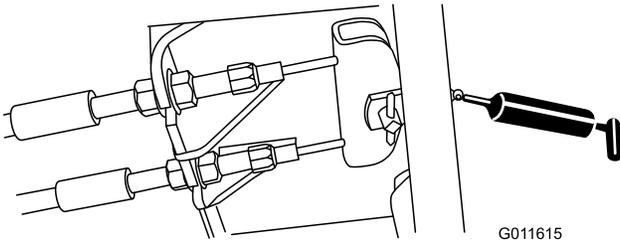

Figura 59
- Pedal de freno (1) (Figura 59)